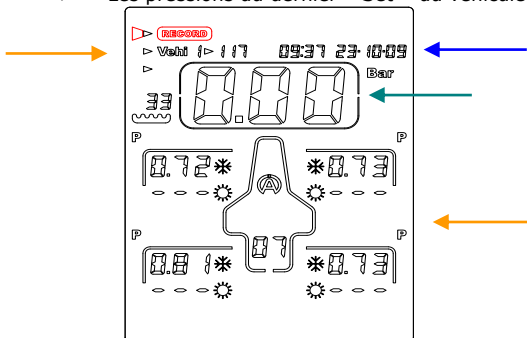

Figure 1
- 1) A l'aide des boutons ⏪ Ⓞk ⏩, sélectionnez l'icône « **RECORD** », (figure 1)